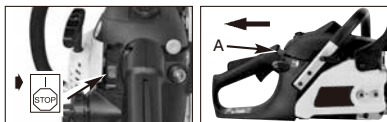

Fig. 9A
1. Stil ON/OFF knappen på "ON". (Fig. 9A)